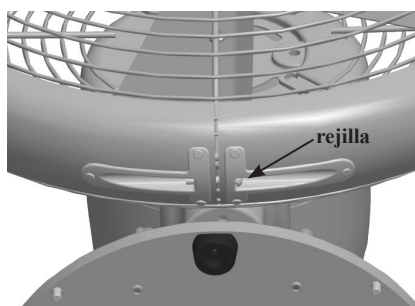

FIGURE 4
2. Démontez les grilles en enlevant soigneusement la vis qui se trouve en dessous des grilles et en poussant sur l'anneau pour retirer le crochet du trou. Voir figure 4.